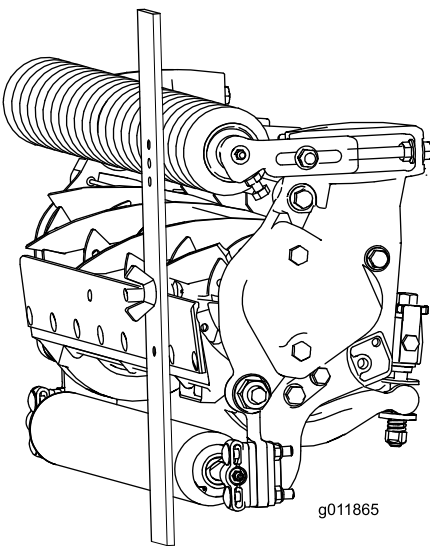

Figura 18
3. Enganche la cabeza del tornillo sobre el filo de la contracuchilla y apoye el extremo trasero de la barra sobre el rodillo trasero (Figura 18).
4. Gire el tornillo de ajuste hasta que el rodillo delantero entre en contacto con la barra de ajuste (Figura 18). Ajuste ambos extremos del rodillo hasta que el rodillo esté paralelo a la contracuchilla en toda su longitud.